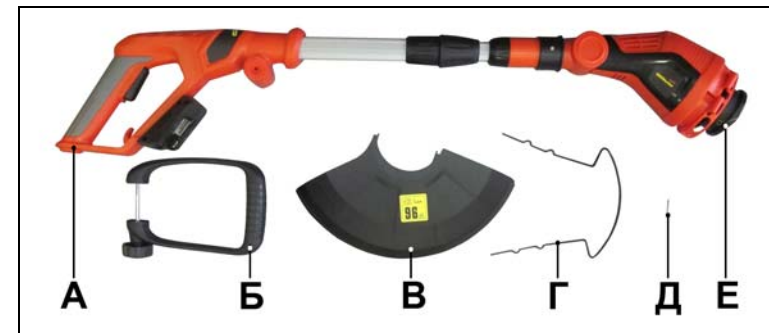

Рис. 1.
4.1. Комплектность триммера представлена в таблице 3 и на Рис. 1